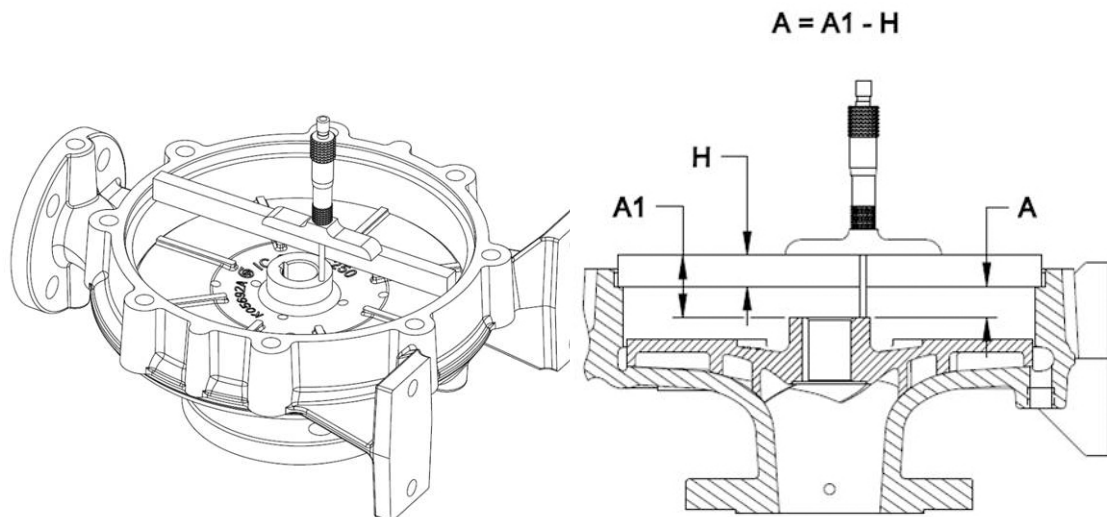
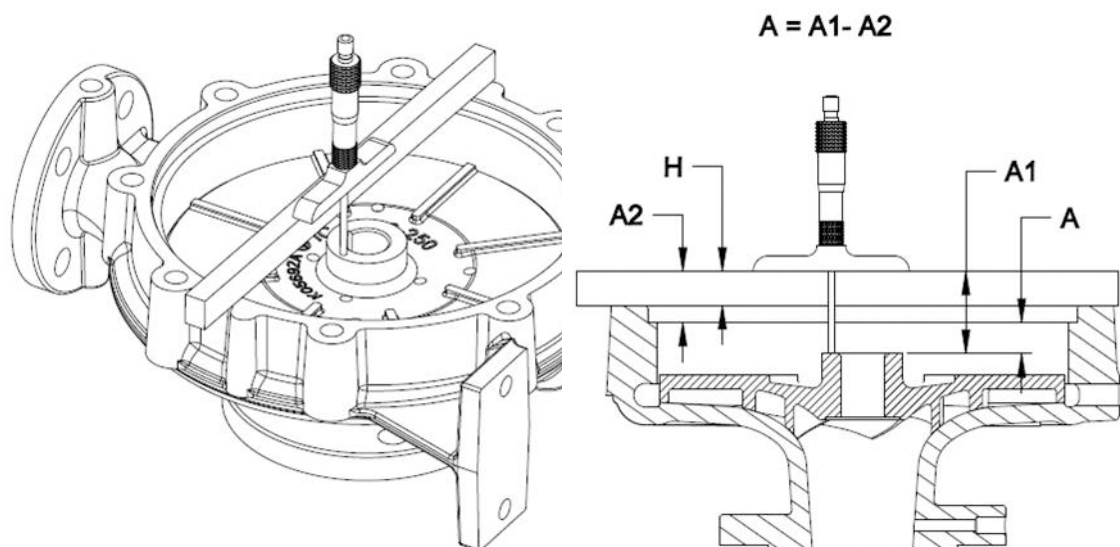

Figura 43: Método de barra de calibración de Goulds
Figura 44: Método de barra de calibración genérica
Si está utilizando una de barra de calibración K14153A de ITT/Goulds, véase Figura 43: Método de barra de calibración de Goulds on page 84; si está utilizando una barra genérica, véase Figura 44: Método de barra de calibración genérica on page 84.
17. Mida desde la parte superior de la barra hasta la cara del buje del impulsor (230) como se muestra en Figura 43: Método de barra de calibración de Goulds on page 84 y anote el resultado en el campo A1.
18. Mida desde la parte superior de la barra hasta la superficie de la junta (102V) como se muestra en Figura 43: Método de barra de calibración de Goulds on page 84 y anote el resultado en el campo A2.
19. Reste A2 a A1 y anote el resultado en el campo A ($A = A1 - A2$); consulte Figura 44: Método de barra de calibración genérica on page 84.
20. Continúe en el paso 22 para medir de la cubierta de carcasa (161) a la manga (524); consulte Figura 44: Método de barra de calibración genérica on page 84.
22. Reste H a A1 y anote el resultado en el campo A ($A = A1 - H$); consulte Figura 43: Método de barra de calibración de Goulds on page 84.